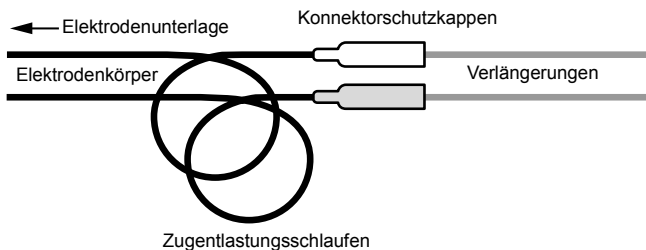

Abbildung 3. Aus den Elektrodenkörpern gewundene Zugentlastungsschlaufen.
1. Behalten Sie die Elektrodenposition bei und legen Sie mit jedem Elektrodenkörper eine Zugentlastungsschleife nahe den Konnektorschutzkappen (Abbildung 3).